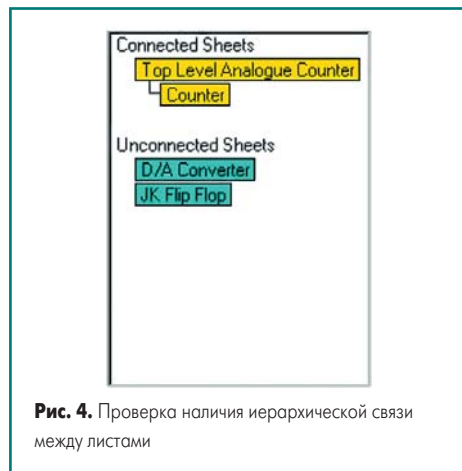

Рис. 4. Проверка наличия иерархической связи между листами
9. Выполним команду меню View | Select Sheet. Откроется диалоговое окно Select Sheet (рис. 4). Можно увидеть, что схемы Top Level Analogue Counter и Counter теперь числятся в категории связанных схем (Connected Sheets). Закроем окно.